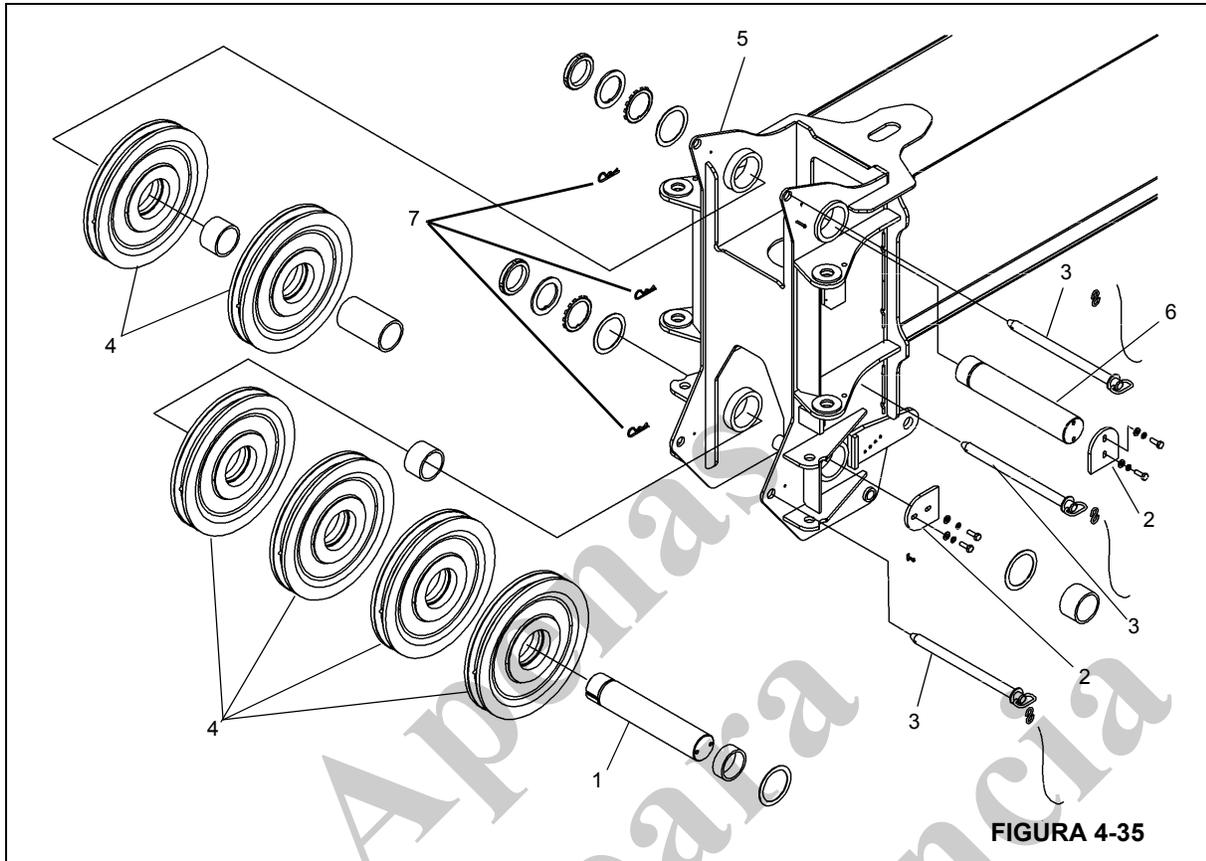

FIGURA 4-35
1. Remova os pinos com grampo dos pinos retentores dos cabos (Figura 4-35, 7) e remova os pinos retentores dos cabos (Figura 4-35, 3) das partes superior e inferior da extremidade da lança.
2. Remova os dois parafusos que fixam a tampa da extremidade (Figura 4-35, 2) no eixo das polias da extremidade superior da lança (Figura 4-35, 6). Remova a tampa da extremidade.
3. Puxe cuidadosamente o eixo das polias da extremidade superior da lança (Figura 4-35, 6) da extremidade da lança, removendo os espaçadores e as polias da extremidade da lança (Figura 4-35, 4). Observe a quantidade de espaçadores para a instalação.
1. Instale os espaçadores e as polias (Figura 4-35, 4) no eixo das polias ao instalar os eixos das polias na extremidade inferior da lança (Figura 4-35, 5).
3. Instale a contraporca, a arruela, a arruela dentada e os calços (se necessários) no eixo das polias da extremidade da lança com o lado chanfrado para fora. Instale a tampa da extremidade (Figura 4-35, 2) no lado oposto dos eixos das polias e fixe com os dois parafusos.
6. Instale os pinos retentores dos cabos (Figura 4-35, 3) nas partes superior e inferior da extremidade da lança e prenda com os pinos com gancho (Figura 4-35, 7).